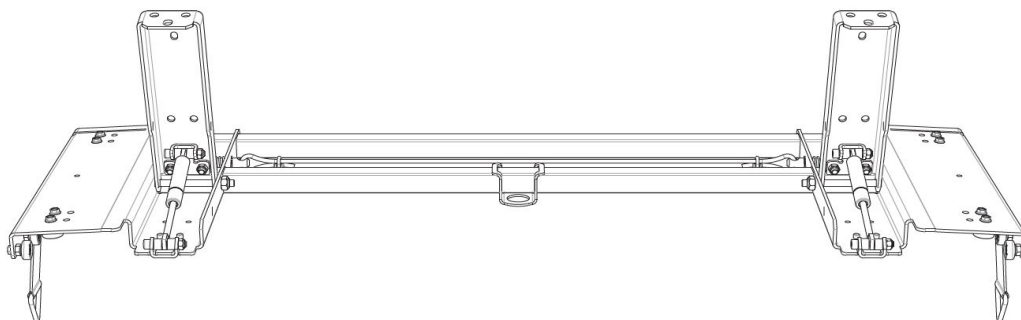

Рис. 1.23 – Задний механизм крыши
Задний механизм крыши (4) представляет собой устройство для поднятия козырька (5), включает в себя трос фиксаторов крыши для сдвигения крыши изнутри, ремни для сдвига крыши с земли и верхние замки штанг задних ворот (рис. 1.23).